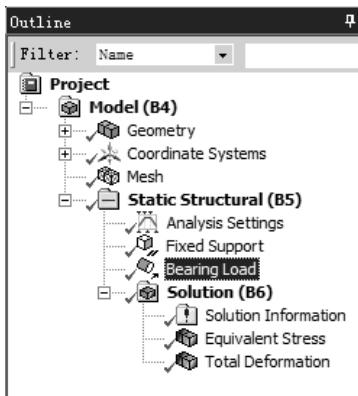
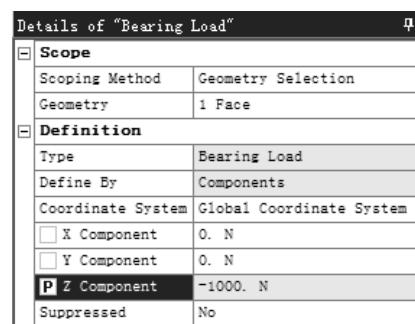
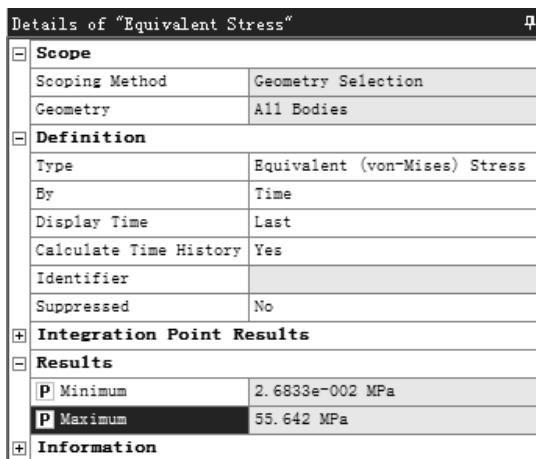

图 2.3.12 “Outline”窗口
图 2.3.13 “Details of ‘ Bearing Load ’”对话框
图 2.3.14 “Details of ‘ Equivalent Stress ’”对话框
- (1) 在“Engineering Data”项目列表中双击 Model 选项，进入模型界面。
- (2) 在图 2.3.12 所示的“Outline”窗口中选中 Bearing Load 节点，然后在图 2.3.13 所示的“Details of ‘ Bearing Load ’”对话框中选中 P Z Component 选项，将轴承载荷作为第 2 个输入参数。
- (1) 在图 2.3.12 所示的“Outline”窗口中选中 Equivalent Stress 节点，然后在图 2.3.14 所示的“Details of ‘ Equivalent Stress ’”对话框中选中 P Minimum 和 P Maximum 选项，将最小和最大应力作为输出参数。
- (2) 在图 2.3.12 所示的“Outline”窗口中选中 Total Deformation 节点，然后在图 2.3.15 所示的“Details of ‘ Total Deformation ’”对话框中选中 P Maximum 项目，将最大位移作为输出参数。